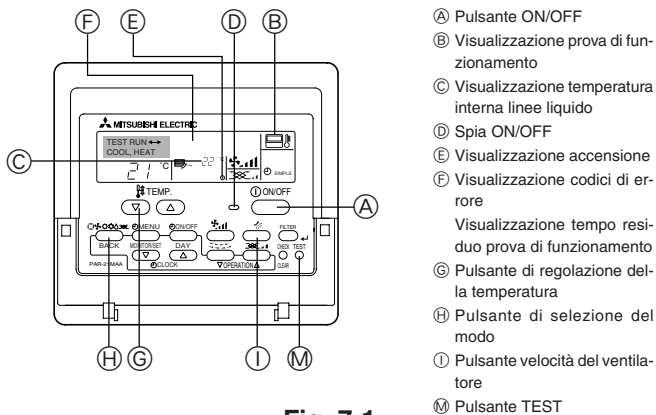

Fig. 7-1
7.2.1. Uso del comando a distanza con filo (Fig. 7-1)
- ① Inserire l'alimentazione almeno 12 ore prima della prova di funzionamento.
- ② Premere due volte il pulsante [TEST]. ⇒ Display a cristalli liquidi "TEST RUN"
- ③ Premere il pulsante [Mode selection] (selezione modalità). ⇒ Accertarsi che il vento venga soffiato fuori.
- ④ Premere il pulsante [Mode selection] (selezione modalità) e passare alla modalità raffreddamento (o riscaldamento). ⇒ Accertarsi che il vento freddo (o caldo) venga soffiato fuori.
- ⑤ Premere il pulsante [Fan speed] (velocità del vento). ⇒ Accertarsi di commutare sulla velocità del vento.
- ⑥ Controllare il funzionamento del ventilatore della sezione esterna.
- ⑦ Rilasciare il pulsante della prova di funzionamento, premendo il pulsante [ON/OFF]. ⇒ Stop
- ⑧ Registrare un numero di telefono.